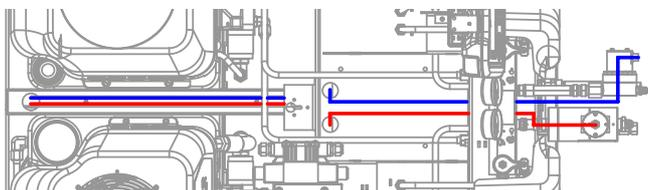

FIG. 13: Tendido del cable de datos del flujómetro
11. Faites passer le câble de données du débitmètre comme illustré dans la FIG. 13.